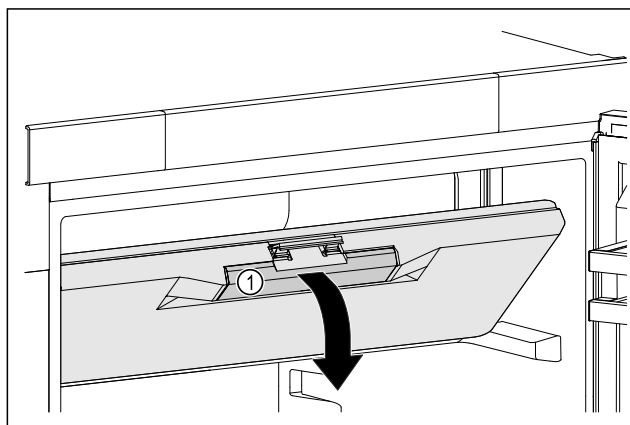

Fig. 48
- Возьмитесь за утопленную ручку Fig. 48 (1) на двери морозильного отделения.